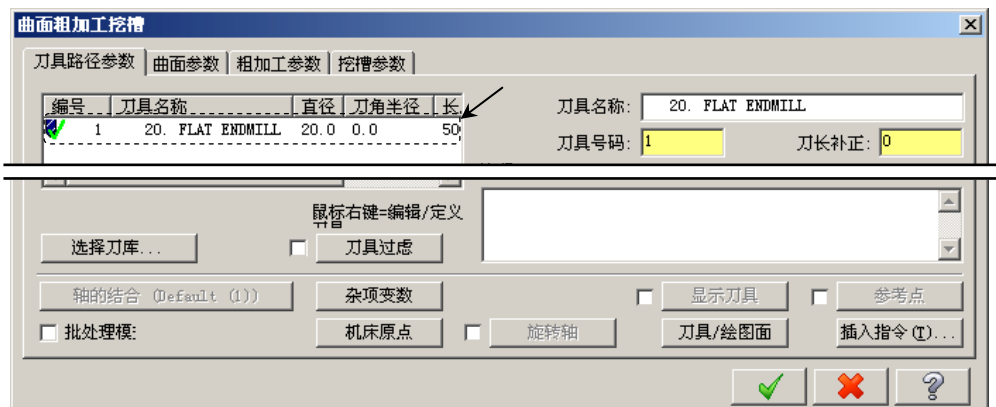

图 21.11 “刀具路径参数”选项卡
(3) 单击 按钮，完成加工区域的设置，同时系统弹出“曲面粗加工挖槽”对话框。
Step3. 选择刀具。在“曲面粗加工挖槽”对话框中取消选中 **刀具过虑** 复选框，然后选择图 21.11 所示的刀具。